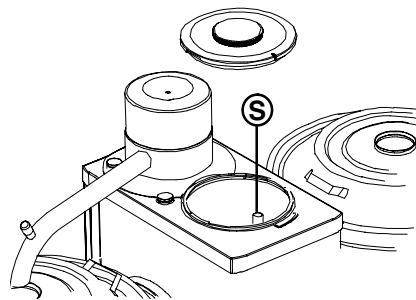

Abb. 22 Überlaufrohr für das Heißwassersystem
- Lassen Sie das letzte befindliche Wasser im Heißwassersystem über das Überlaufrohr ablaufen. Ziehen Sie zu diesem Zweck das Überlaufrohr (S.), das sich im Heißwasserkessel befindet, an dem Schlauch nach oben (Abb.22).
- Lassen Sie das letzte befindliche Wasser über das Überlaufrohr herauslaufen. Ziehen Sie dazu das Überlaufrohr (S.) nach oben (Abb.22).
- Lassen Sie das letzte befindliche Wasser über das Überlaufrohr herauslaufen. Ziehen Sie dazu das Überlaufrohr (S.) nach oben (Abb.22 ).